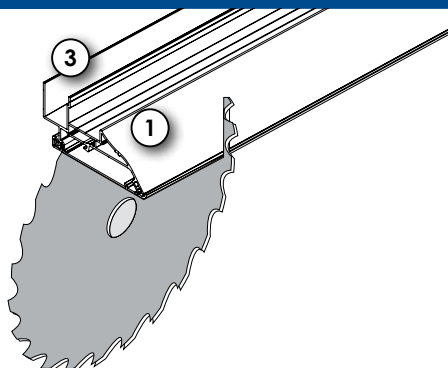

Fig.4
NL Zaag het spanraam profiel ① samen met het afdekprofiel ③ onder verstek (Fig.4).
DE Sägen Sie das Spannrahmenprofil ① zusammen mit dem Abdeckprofil ③ auf Gehrung. (Bild 4)
EN Miter cut the Tension frame profile ① along with the Hinge cover profile ③ (Fig.4).